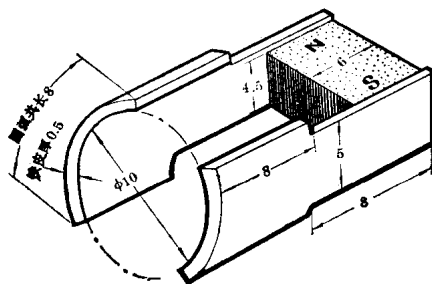

图 1-6
1. 电动机定子。制作时请参看图 1-6。
用。没有电动砂轮机,可以用钢锯先大致按图示尺寸锯下一块,然后再在砂轮石上(也可在毛糙的水泥地坪上)磨成图示的大小。注意:磁钢的极性一定要安装成图 1-6 那样,不可装反。为此,安装时可用一只小型指南针检验一下。
轭铁用厚 0.5 毫米的铁片按图 1-6 所示尺寸剪下锉制。如果找不到 0.5 毫米厚铁片,可用食品罐头薄铁皮剪下同样的三块,叠成 0.5 毫米厚,焊牢,再弯制成图所示的形状。